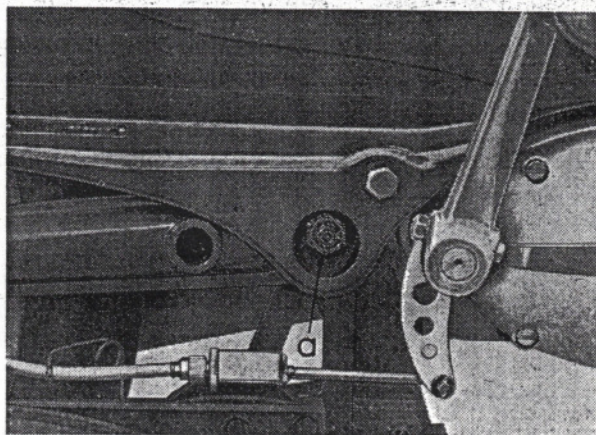

Abb. 141 Hintere Schwingarmlagerung VI/58/2618
7. Kunststoffkappe mit Schraubenzieher aus dem rechten Verkleidungsblech herausdrücken und Sechskantmutter „a“ (Abb. 141) mit Steckschlüssel SW 17 abschrauben.